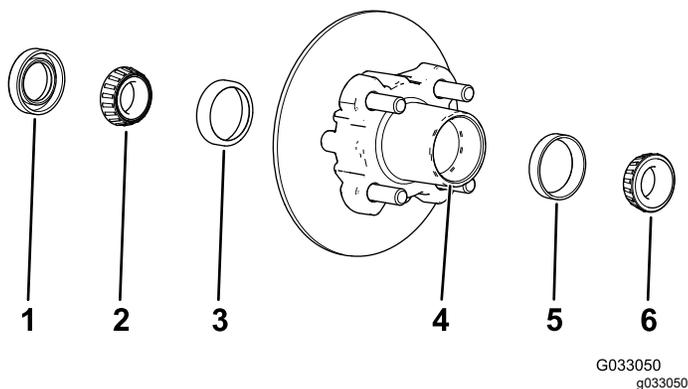

图 33
- 从轮毂上拆下外置轴承和轴承座圈图 33。
- 从轮毂上拆下密封件和内置轴承图 33。
- 清除轮毂轴承腔内的所有润滑脂、污垢或碎屑图 33
- 向轮毂轴承腔注入 5080% 的指定润滑脂图 33。
- 将内置轴承装入轮毂内侧的座圈上并装上密封件图 33。